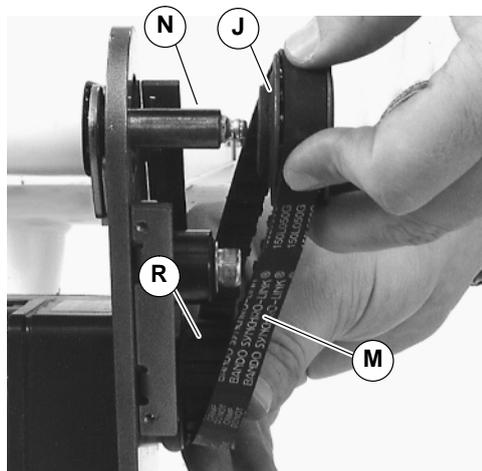

Abbildung 5
- Paßfeder installieren (N siehe Abbildung 5).